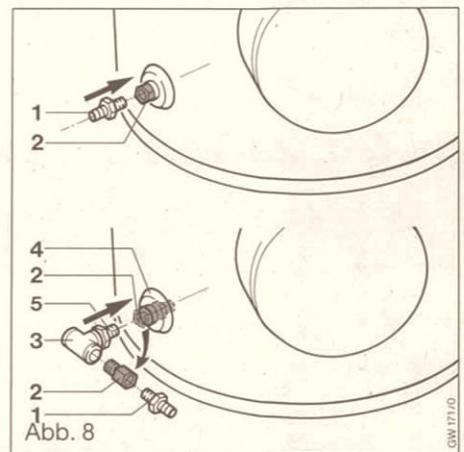

Abb. 7
5.6 Anschlußverrohrung (Fortsetzung) Überputz (Abb. 7)
- Schwerkraftbremse (14) montieren.
- Speichervorlaufleitung (12) zwischen Verschraubung (12a) und Verschraubung (12b) montieren.
- Speicherrücklaufleitung (13) zwischen Schwerkraftbremse (14) und Verschraubung (13b) montieren.